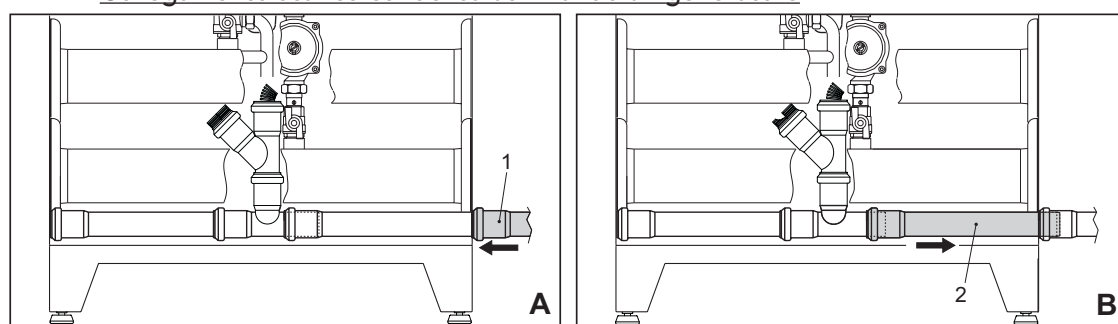

fig. 7
- Collegare al tubo di scarico condensa una tubazione Ø40 per l'evacuazione della condensa prodotta durante il funzionamento (vedi fig. 7).